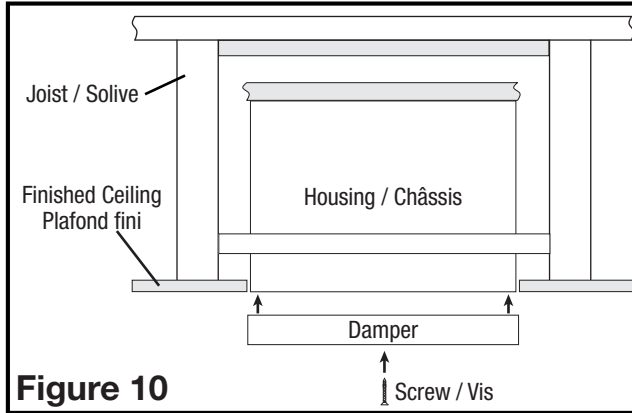

Figure 10
2. **INSTALLING THE CEILING DAMPER:** The ceiling damper supplied with the unit is designed to install only in Air King Model AKFH1 or AKFH4 housings. Install the ceiling damper & ceiling damper frame into the opening of the fan housing. The ceiling damper frame is designed to fit on the outside of the housing and the ceiling damper will sit on the inside of the fan housing (**Figure 10**).
3. Once positioned in place secure the ceiling damper frame to the fan housing using two of the supplied #6 x 1" screws. Carefully drive the screws through the two oblong slots on the ceiling damper frame into the screw retaining lances on each side of the fan housing. Complete this step slowly as you do not want to damage the lances on the housing (**Figure 10**).
2. **INSTALLATION DE L'AMORTISSEUR DE PLAFOND:** L'amortisseur de plafond fourni avec l'unité est conçu pour être installé uniquement dans les boîtiers du modèle Air King AKFH1 ou AKFH4. Installez l'amortisseur de plafond et le cadre d'amortisseur de plafond dans l'ouverture du boîtier de ventilateur. Le cadre d'amortisseur de plafond est conçu pour s'adapter à l'extérieur du boîtier et l'amortisseur de plafond sera placé à l'intérieur du boîtier de ventilateur (**Figure 10**).
3. Une fois en place, fixez le cadre de l'amortisseur de plafond au boîtier du ventilateur à l'aide de deux des vis n° 6 x 1 po fournies. Enfoncez avec précaution les vis dans les deux fentes oblongues du cadre de l'amortisseur du plafond, dans les lances de fixation de chaque côté du boîtier du ventilateur. Complétez cette étape lentement car vous ne voulez pas endommager les lances sur le boîtier (**Figure 10**).